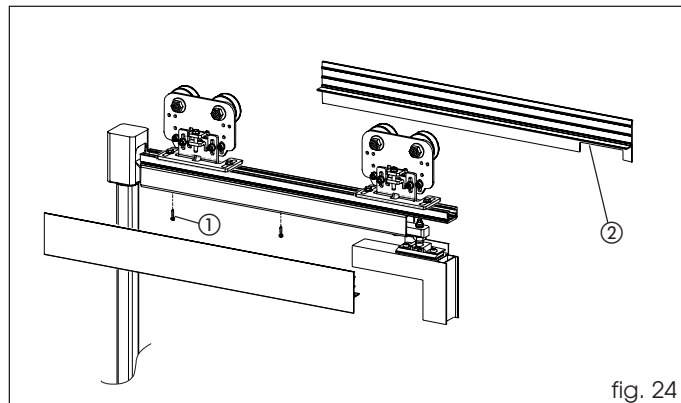

fig. 24
Plaats de steun Schroeven van de kap voorlopig op de bovenste beugel (fig. 24, ref. ①) en leg de twee afdekkingskappen door gebruik te maken van de daarvoor bestemde uitsparingen. Teken de twee afdekkingskappen af en snijd hen op maat af (ze moeten de vleugel helemaal bedekken). Maak een uitsparing in de kap (fig. 24 ref. ②) ter hoogte van het afsluitdeksel van de kap, om te voorkomen dat de kap het openen van de vleugel bij paniek beïnvloedt.